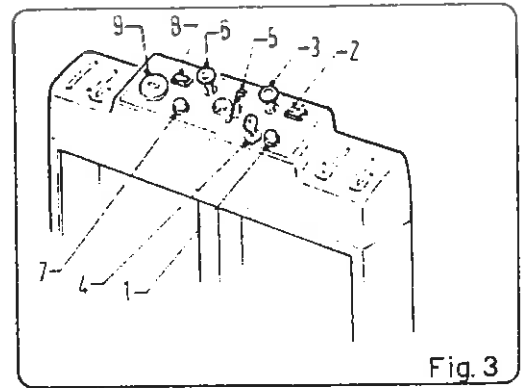

Fig. 3
ARMATURENBRETT BENZIN-MOD. - ABB. 3
- B - Hebel Pos. 5 (Abb. 3) auf halb stellen.
- C - Den Choke Pos. 3 (Abb. 3) ganz herausziehen.
- D - Den Schlüssel Pos. 4 (Abb. 3) drehen, bis der Motor startet.
- E - Nach wenigen Sekunden den Choke Pos. 3 (Abb. 3) wieder hineinschieben. Startet der Motor nicht, den Schlüssel auf die neutrale Position zurückdrehen und obenerwähnte Vorgänge wiederholen.
- G - Das einwandfreie Funktionieren der Kehrmaschine hängt von der Reinigung des Filters ab. Den Filter vor jedem Entleeren des Schmutzbehälters ausschütteln, indem der dazu bestimmte Knopf der Rüttelvorrichtung, Pos. 7 (Abb. 3) beim BENZIN-Mod., Pos. 6 (Abb. 4) beim ELEKTRO-Mod., in kurzen Intervallen gedrückt wird.